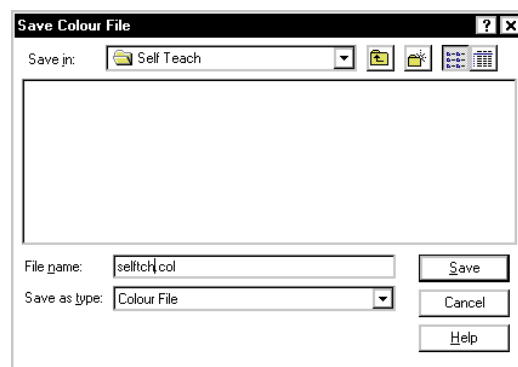

Рис. 6. Сохранение настроек цветовой палитры.
14. В окне Save Colour File (рис. 6) выберем папку Self Teach, задайте имя файла цветовой палитры selftch.col и нажмем кнопку Save.